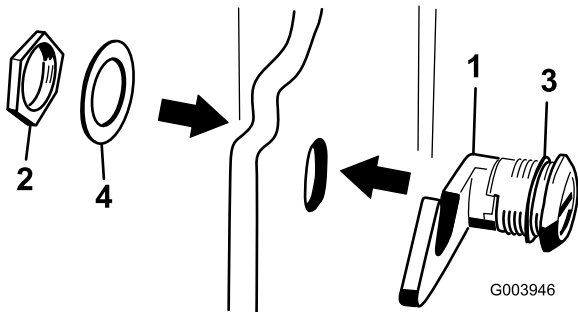

Figure 20
3. Retirez l'écrou du loquet du capot (Figure 20).